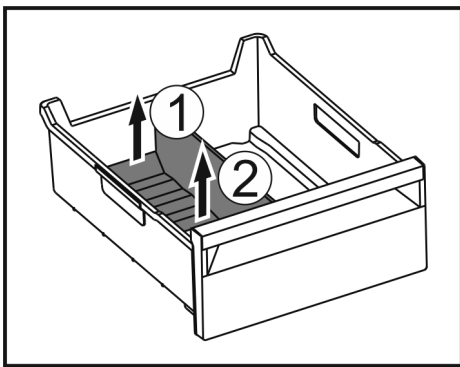

Fig. 66
- Achterste deel van de ijsvak-scheider optillen. Fig. 66 (1)
- Ijsvak-scheider er naar boven toe uitnemen. Fig. 66 (2)